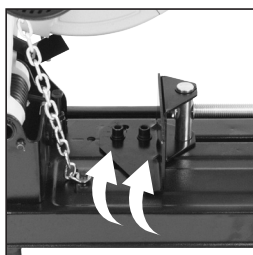

FIG. 7
- Draai de twee (2) M10 inbuskopschroeven (Fig. 7) los